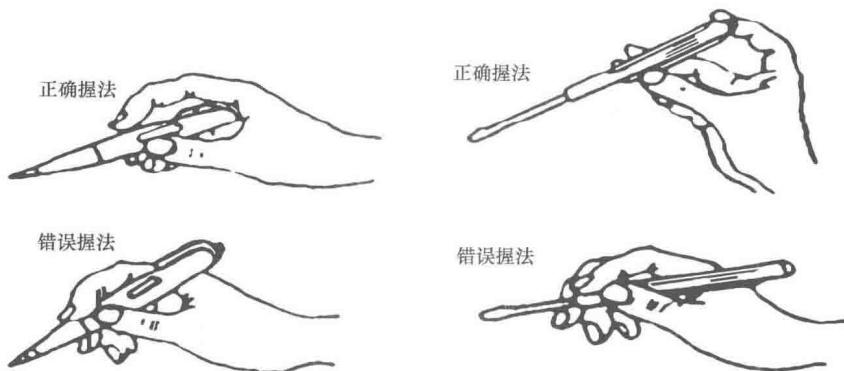

图 1-9 验电笔的使用方法
(3) 验电笔的使用方法 螺钉旋具式验电笔的使用方法为手指触及笔尾金属体，氖管小窗朝向操作者，如图1-9所示，检测电压的范围为60~500V。